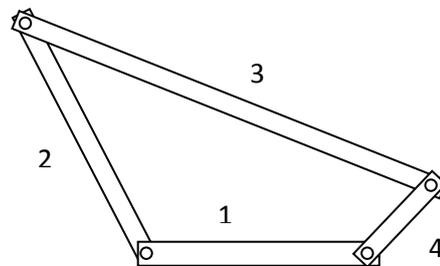

Figura 1. Mecanismo com 4 barras articuladas.
**15.** Na Figura 1, é representado um mecanismo de quatro barras articuladas entre si. As barras têm comprimentos, medidos entre os centros das articulações,  $l_1 = 100$  mm,  $l_2 = 140$  mm,  $l_3 = 180$  mm.